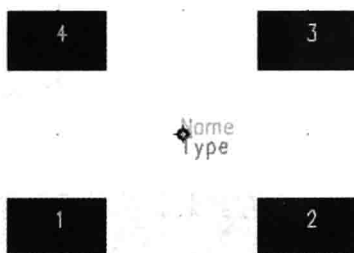

图 4-22 修改端点坐标
(2) 同理，修改 2~4 号端点的 X 轴和 Y 轴的坐标。完成后如图 4-22 所示。